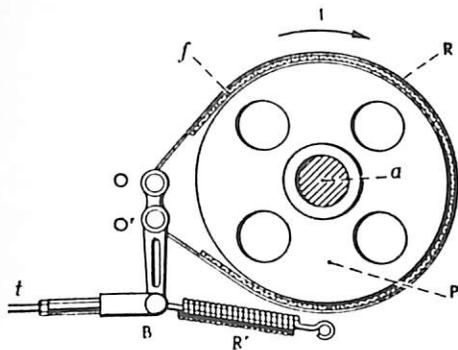

Fig. 10 - Elementos componentes de freio de cinta contraente
- freios de cinta contraentes - Conforme mostra a Fig. 10, a roda e o tambor P giram sobre o eixo (a). O tambor é envolvido por uma cinta de aço